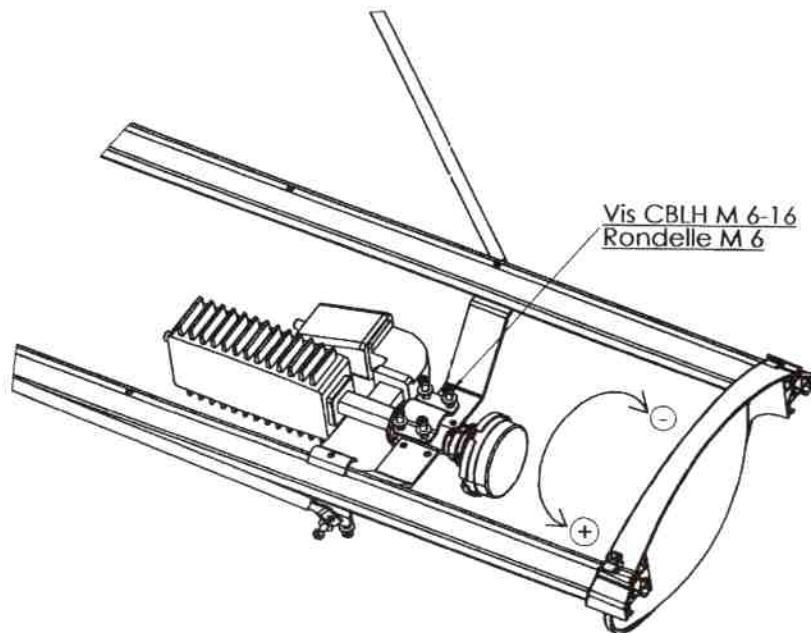

Fig 8
- Débloquer légèrement les **4 vis H** et procéder selon la Fig 8.
- Slightly unlock the **4 screws H** according to Fig 8.